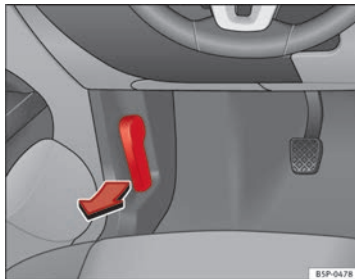

Abb. 160 Ausschnitt aus dem Fußraum auf der Fahrerseite: Entriegelungshebel für die Motorraumklappe
- Ziehen Sie den Hebel unter der Instrumententafel ⇒ Abb. 160 in Pfeilrichtung. Die Motorraumklappe wird durch Federwirkung entriegelt ⇒ ⚠.